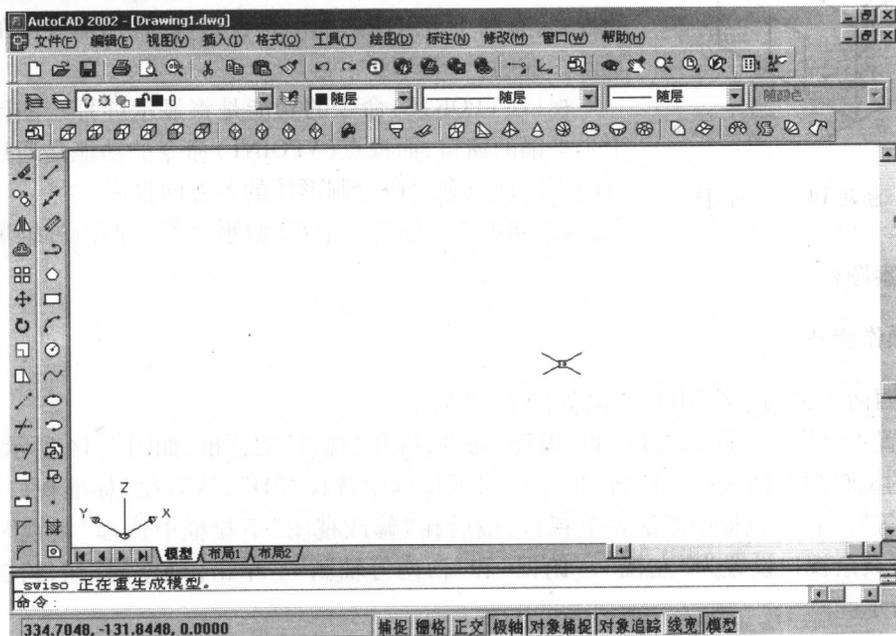
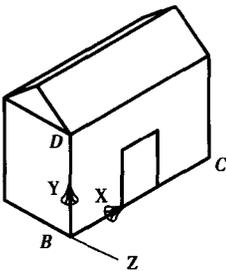

图 1.7 进入西南等轴测视图
图 1.12 新建 UCS, 绘制门框线
- ① 点击图标 , 进入西南等轴测视图, 如图 1.7 所示。
⑥以 B, C, D 3 点新建 UCS, 绘制门框线, 如图 1.12 所示。
三维线框模型的作图方法、作图步骤参照例 1.1 及图 1.7 至图 1.12 所示。